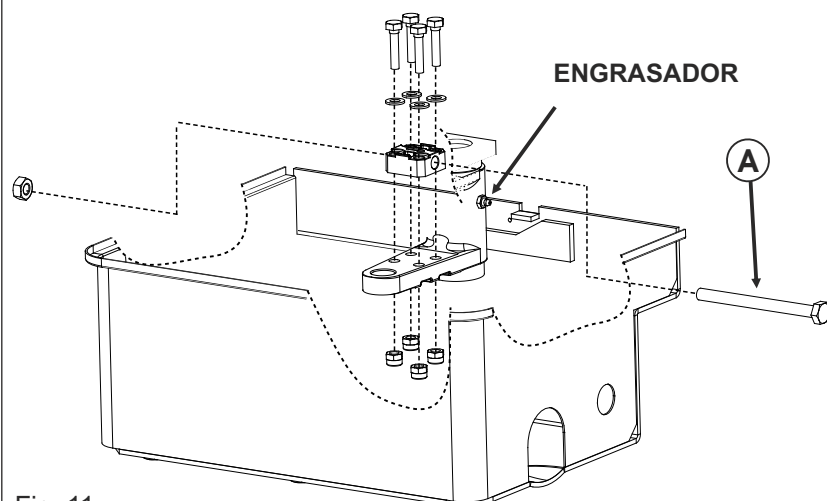
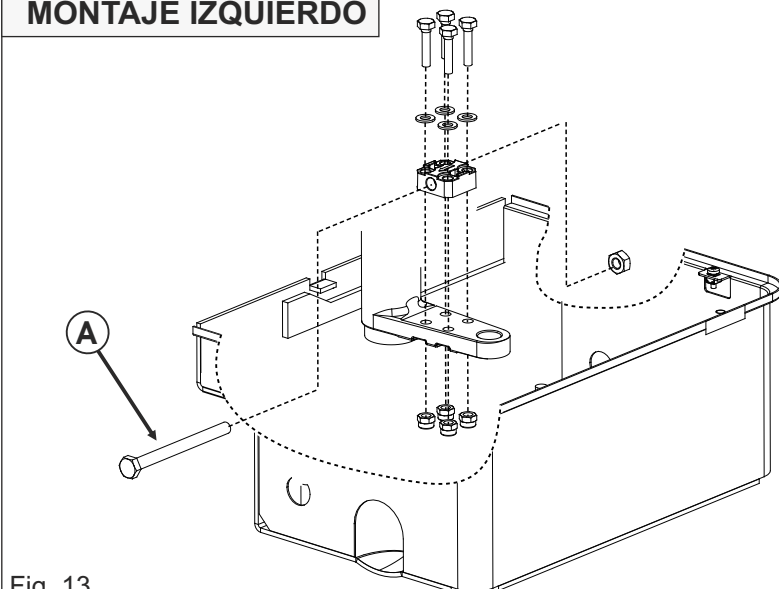

Fig. 11
Fig. 13
**3.1.** Insertar el soporte del final de carrera en la unidad de soporte varilla y fijarlo con los tornillos en dotación (Fig.11 o Fig.13)
**3.2.** Insertar el tornillo «A» (Fig. 11 o Fig. 13) como se muestra en el dibujo, prestando atención al sentido de inserción que indica la flecha grabada en el soporte (Fig. 12a o Fig. 14a)